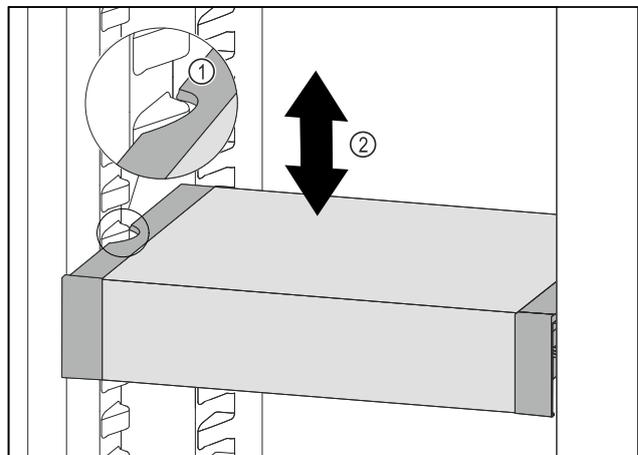

Fig. 108
- VarioSafe nach vorne ziehen, bis sich die seitlichen Aussparungen des VarioSafes auf Höhe der Behälterrippe im Kühlteil befinden. Fig. 108 (1)
- ▶ VarioSafe im Kühlteil nach oben oder unten bewegen, bis gewünschte Höhe erreicht ist. *Fig. 108 (2)*